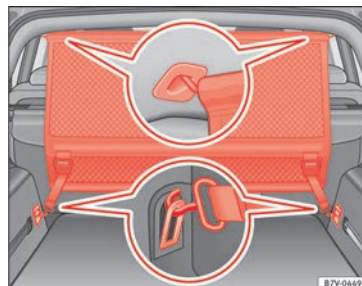

Fig. 167 En el maletero: montar la red de separación detrás de la segunda fila de asientos.
- Enganche la red de separación en el soporte izquierdo trasero del techo » **fig. 167**.
- Sujete los dos ganchos de la red de separación en las cintas delanteras del maletero » **fig. 167** y tense los cinturones.
- Enganche la red de separación en el soporte izquierdo delantero del techo » **fig. 167**. Asegúrese para ello de guiar la varilla desde la parte superior hacia abajo.
- Suelte los ganchos de la red de separación de las argollas » **fig. 167**.
- Desenganche la red de separación del soporte derecho del techo » **fig. 167** presionando la varilla.